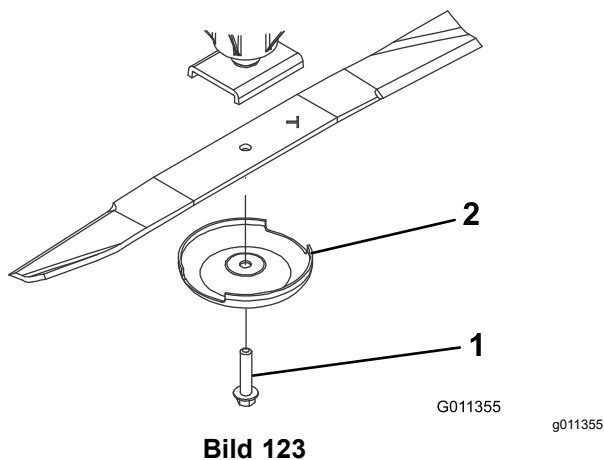

Bild 123
3. Entfernen Sie die Messerschraube, die Antiskalpierkuppe und das Messer von der Spindelwelle (Bild 123).